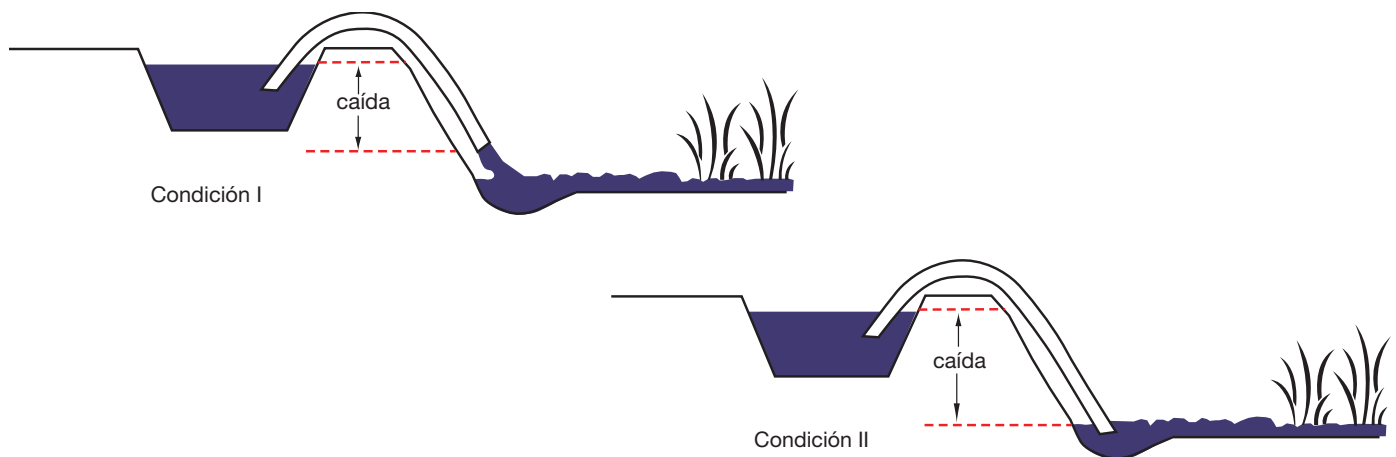

Figura 5. Diagramas que muestran en dónde medir la distancia de la caída en los tubos de sifón. (Diagrama hecho por J.S. Jones, 2003).
**Estimación del gasto usando tubos de sifón:** Si se utilizan tubos de sifón para regar desde un canal abierto, se puede obtener una estimación del caudal contando el número de tubos. Para estimar el caudal se necesita conocer el diámetro del tubo de sifón y la diferencia de altura desde el nivel del agua en el canal hasta el nivel del agua en el campo (la caída). La Figura 5 muestra dos condiciones posibles. En la Condición I (flujo libre) la caída es la distancia desde el nivel del agua en el canal hasta la boca del tubo en el lado del campo (generalmente al nivel del campo). En la Condición II (sumergido), la caída es la distancia desde el nivel del agua en el canal hasta el nivel del agua en el campo. Entre más grande sea el diámetro del tubo o la caída, mayor es el caudal. La Tabla 6 muestra algunos valores de tamaños de tubos y caídas usados comúnmente en el riego.